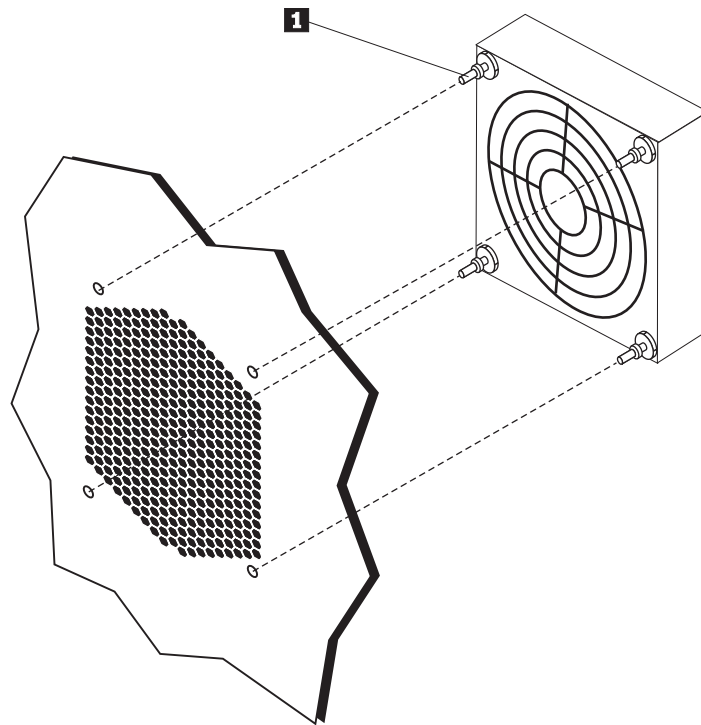

Figura 27. Extracción del conjunto de ventilador
5. Extraiga el conjunto de ventilador soltando las arandelas del ventilador tal como se muestra. Consulte la Figura 27. A continuación extraiga el ventilador y el cableado.